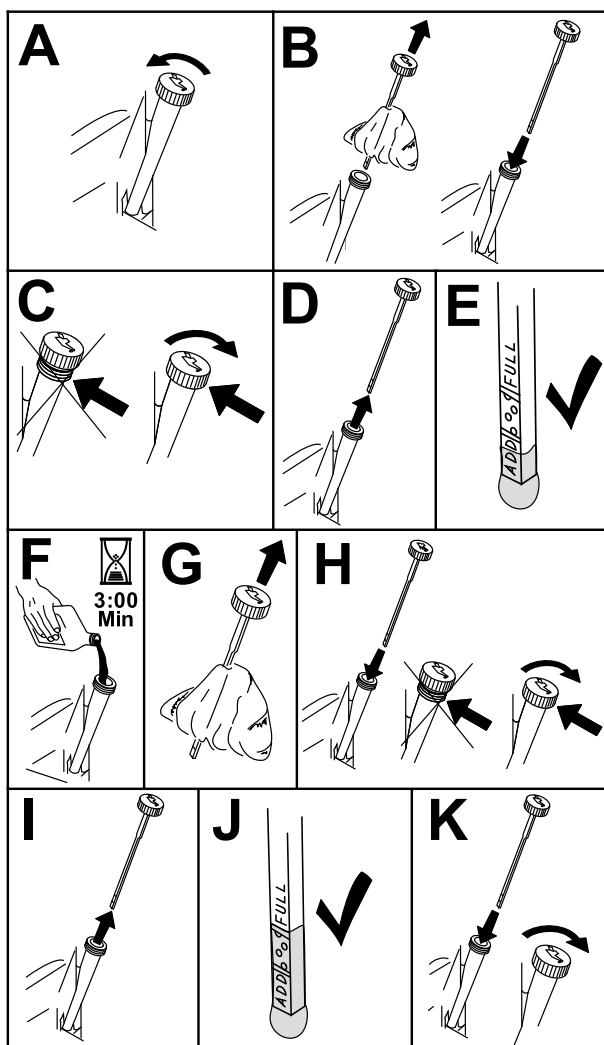

Figura 33
3. Para que no entre suciedad, recortes de hierba, etc., en el motor, limpie la zona alrededor del tapón de llenado/varilla de aceite antes de retirarlo (Figura 33).